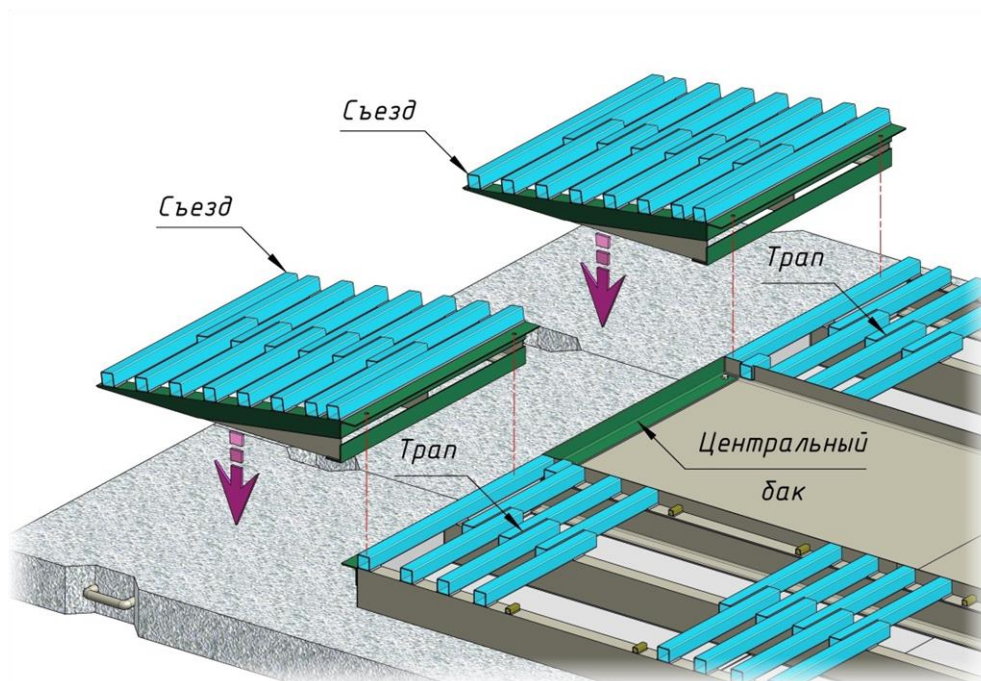

Рисунок 7
- позади смонтированных трапов устанавливаются два съезда, каждый из которых крепится с помощью двух болтов M12x40/гаек M12 (смотри рис. 7);